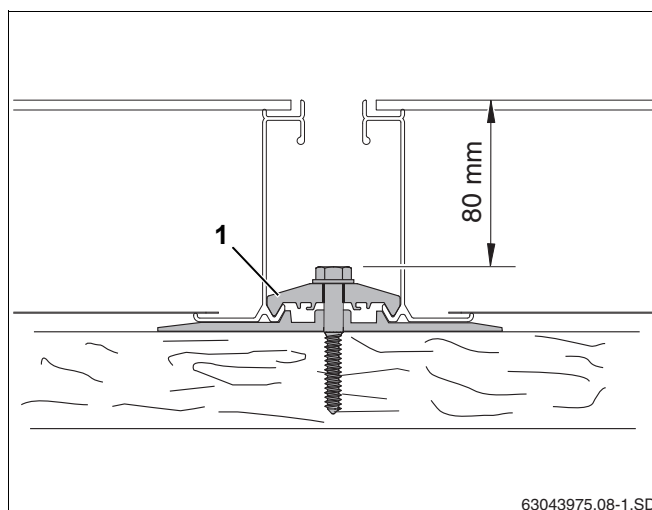

Рис. 29 Затягивание двухстороннего прижима
- ▶ Затяните винт двухстороннего прижима (рис. 29, **поз. 1**). Для этого используйте торцовый гаечный ключ SW 10 длиной минимум 80 мм.